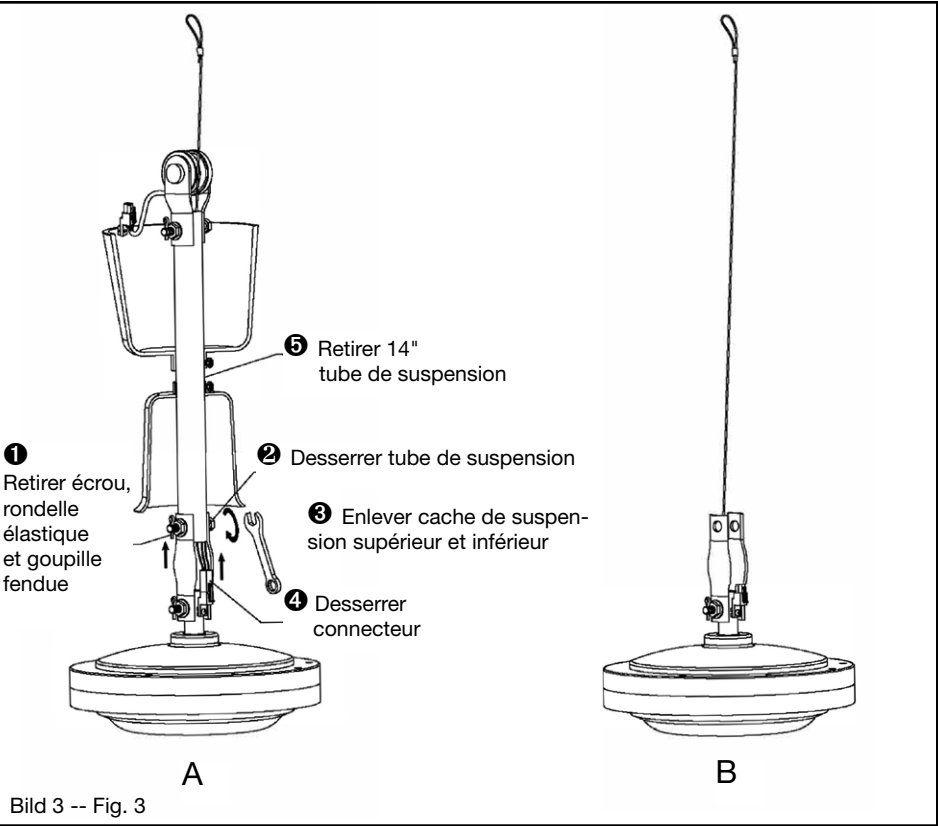
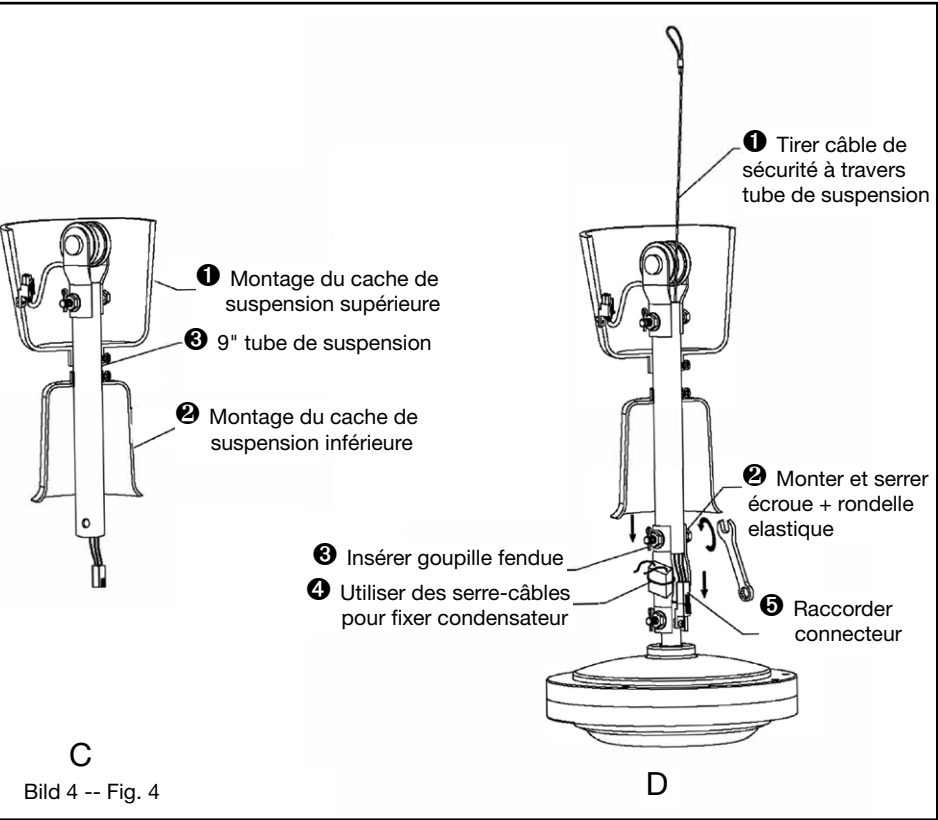

Bild 3 -- Fig. 3
Bild 4 -- Fig. 4
- Déterminer quel tube de suspension (court ou long) doit être utilisé. (Fig. 3 et Fig. 4)